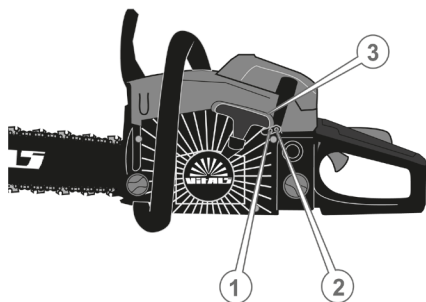

Рисунок 20. Схема регулювання карбюратора.
6.7 Регулювання карбюратора (рис. 20).